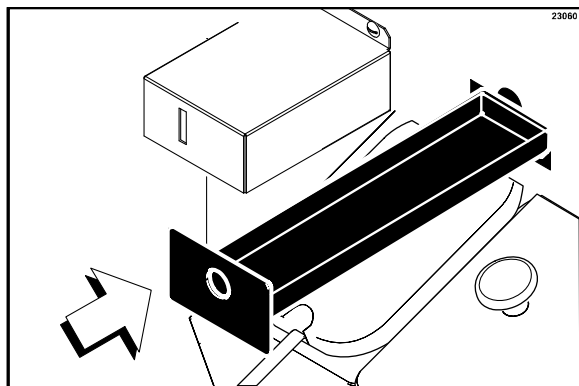

Рисунок 65
10. Снимите, проведите очистку и снова установите длинный сточный желоб через переднюю панель. (См. рис. 65)